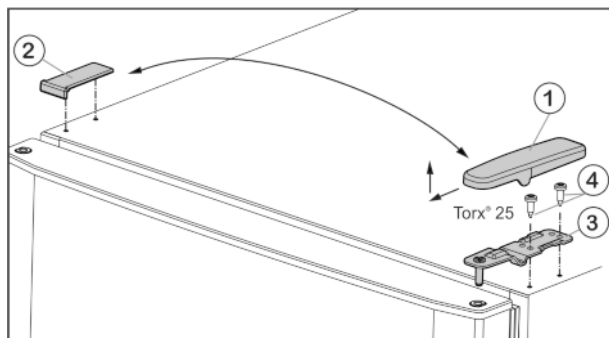

Fig. 4
- ▶ Wyjąć osłonę Fig. 4 (1) do przodu i do góry.
- ▶ Podnieść osłonę Fig. 4 (2).
- ▶ Odkręcić górną płytkę zawiasu Fig. 4 (3) (2 razy Torx® 25) Fig. 4 (4) i wyjąć ją do góry.
- ▶ Włożyć w drzwi górną płytkę zawiasu Fig. 4 (3) po nowej stronie zawiasów.
- ▶ Dokręcić górną płytkę zawiasu (z siłą 4 Nm)(2 razy Torx® 25) Fig. 4 (4). Ewentualnie nakłuć otwory pod śruby lub użyć wkrętarki akumulatorowej.
- ▶ Założyć osłonę Fig. 4 (1) od zewnątrz odpowiednio po przeciwległej stronie i zazębic.
- ▶ Założyć osłonę Fig. 4 (2) od góry odpowiednio po przeciwległej stronie i zazębic.